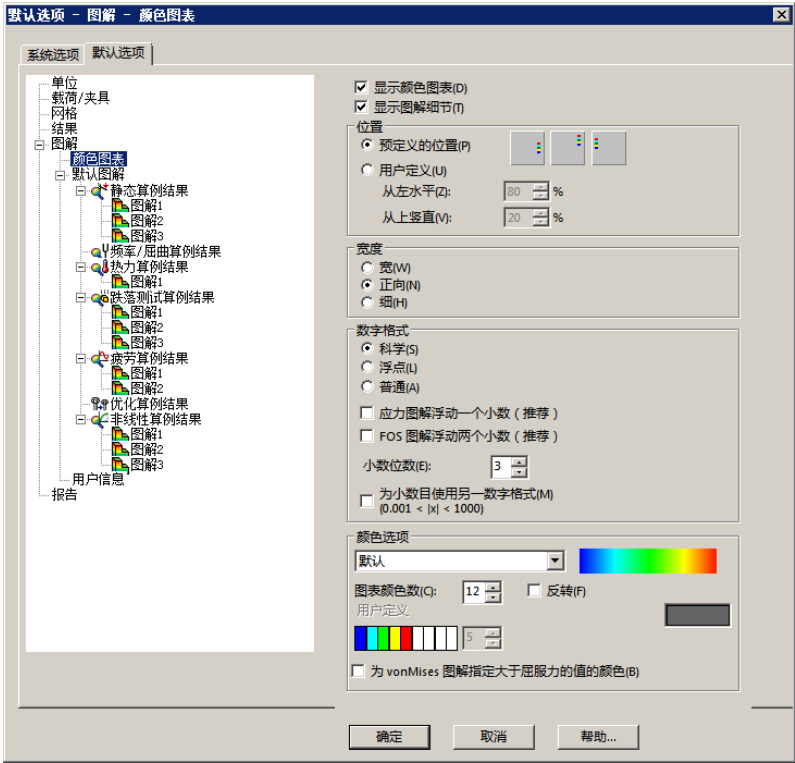

图 12.2.10 “默认选项-图解-颜色图表”对话框
Step8. 在 **默认选项** 选项卡左侧列表中选择 **颜色图表** 选项, “默认选项-图解-颜色图表”对话框如图 12.2.10 所示。可以设置颜色图表显示的位置、宽度、数字格式以及其他默认选项。